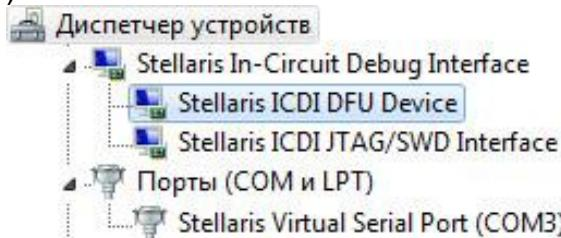

Рисунок 17 - отображение контроллера в диспетчере устройств.
7. Подключите разъём USB к компьютеру и установите драйвер USB-debug порта. Указать папку драйверов **UsbDriver** для обнаруженных устройств необходимо вручную (рисунок 17):